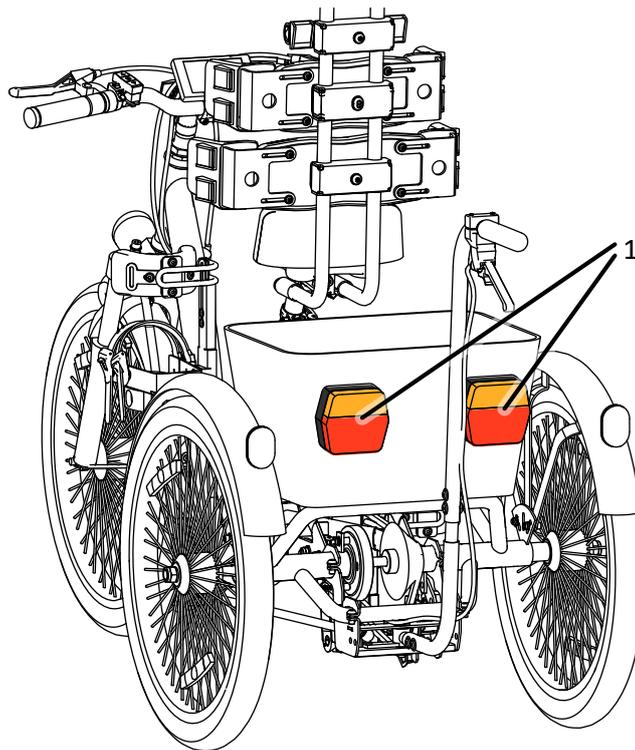

Abb. 13
In der elektrischen Version haben die eHOP TRIKES Fahrräder eine zusätzliche Beleuchtung (Abb. 13). Die Zusatzleuchten (1) sind unterteilt in rote Leuchten (Stopp) und orangefarbene Leuchten, die die Abbiegerichtung anzeigen (Blinker).